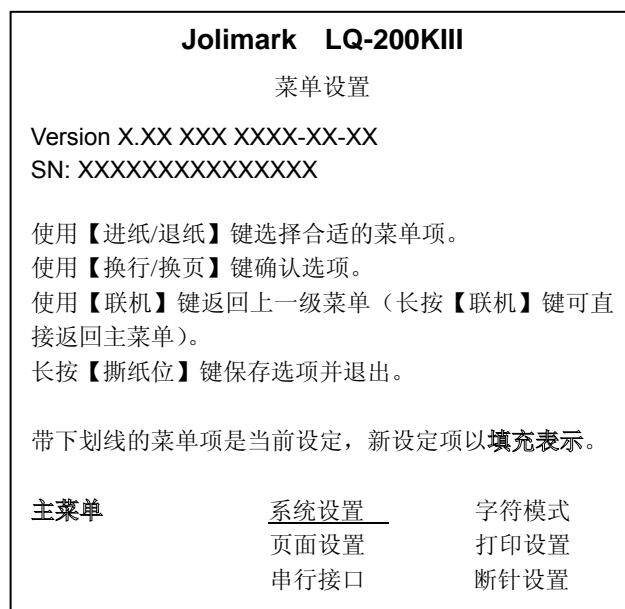

图 2-4 进入菜单设定打印示例
- 首先打印出标题和主菜单（如图 2-4 所示），有下划线的选项是当前的缺省选项。打印头就停留在当前缺省选项下方。